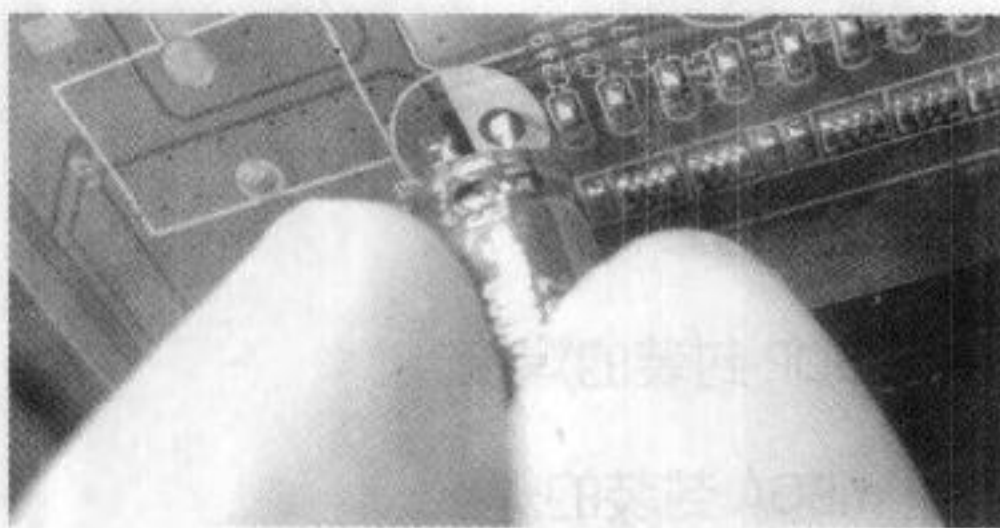

图 4-1 电容对准锡孔
(1) 将电烙铁换上刀头，温度调节到 380°C ，同时给电容的两个引脚加热，同时加一点锡。这样电容很轻松就可以拔下来了。
(2) 接下来取一只剪好脚的同规格电容，看清正负极，将显卡竖立，左手拿住电容并对准锡孔（见图 4-1）。